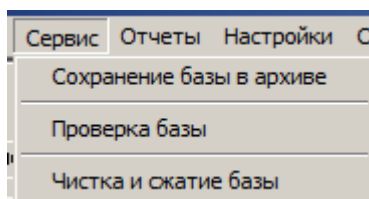

Рисунок 66
3.10.1 Сервисные функции ПО АРМ ДИ включают в себя операции по управлению правами доступа к БД (в ПО Classifiers), сохранение БД в архиве, проверку физической и логической целостности БД, чистку и «сжатие» БД (рисунок 66).
3.10.3 Проверка физической и логической целостности БД осуществляется следующим образом. В сервисах (рисунок 66) войти в пункт меню «Проверка базы». На экран будет выведено окно, представленное на рисунке 69.